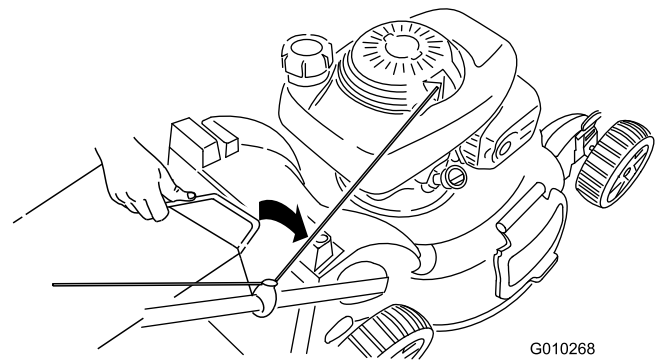

Bild 26
3. Setzen Sie den Fangkorbgriff in die Kerben oben an der Maschine ein (Bild 26).